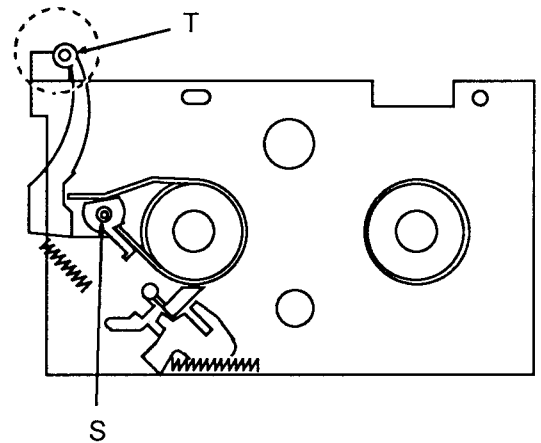

Fig. 20
- Exzenter "S" der Bremsbandbefestigung mit dem Sechskantstiftschlüssel so einstellen, daß der Bandzugbolzen "T" gerade die Referenzplatte berührt (Fig. 20).
- Referenzplatte entfernen und Capstanrotor (133) solange entgegen dem Uhrzeigersinn drehen, bis ausgefädelt ist. Dabei den Umschalthebel (122) wiederholt ausrasten.
- Adjust the cam "S" on the brake band securing point with the hexagon wrench so that the tape tension bolt "T" just touches the Tension Post Adjustment Plate (Fig. 20).
- Remove the Tension Post Adjustment Plate and rotate the capstan rotor (133) in the anti-clockwise direction until the mechanics unloads. In doing so, disengage the change-over lever (122) repeatedly.